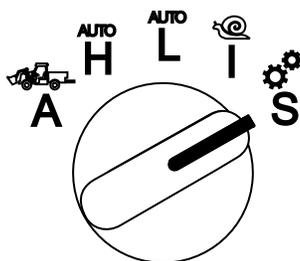

Рисунок 18
1. Поверните переключатель выбора режима работы в положение S (Рисунок 18).